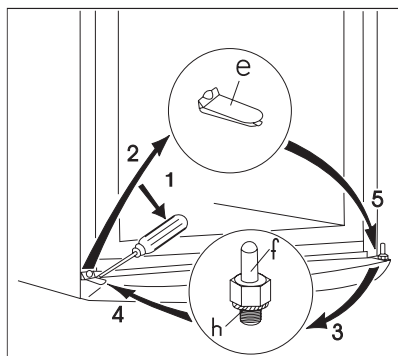

рис. 3
- С помощью отвертки вытащите вставку (e) нижней вентиляционной решетки (Рис. 3).
- Вывинтите нижнюю дверную петлю (h, f) морозильного отделения и снова привинтите её на другую сторону. При этом не забудьте поставить подкладную шайбу (h) (рис. 3).
- Установите дверцу морозильного отделения на нижнюю дверную петлю (f) (Рис. 3).